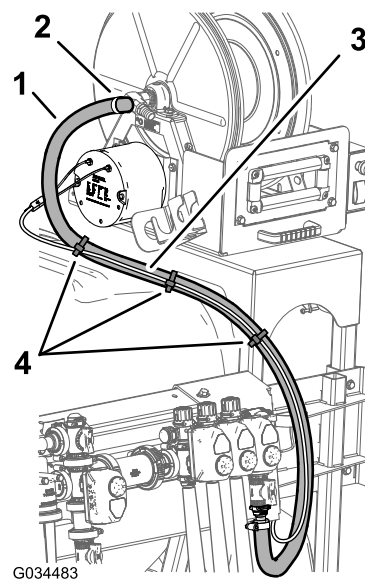

**Рисунок 38**
4. Подсоедините трубку датчика давления к соединительной муфте на тройнике в прямоугольном колене и соединительной муфте на манометре (Рисунок 38).